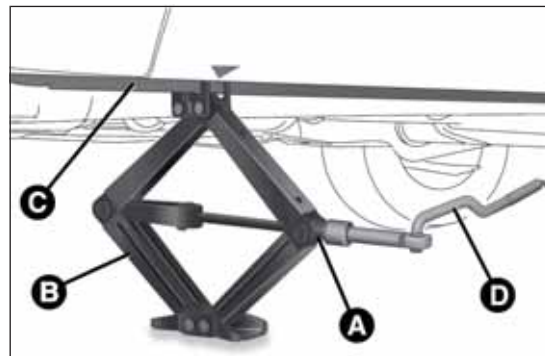

fig. 159
- ☐ Introducir la manivela D fig. 159 en el alojamiento del dispositivo A, accionar el gato y levantar el vehículo, hasta que la rueda se levante del suelo unos centímetros;